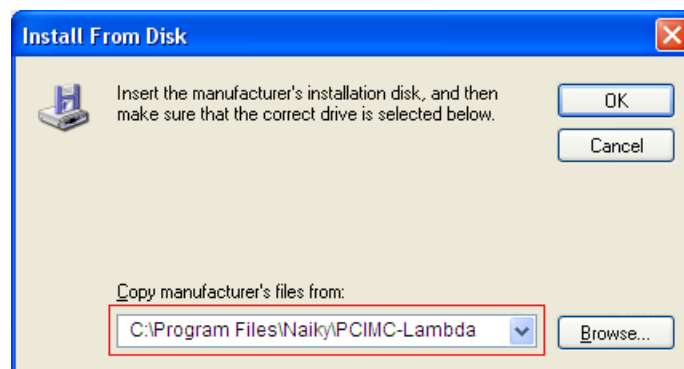

Рис. 1-13 Подтверждение каталога целевого файла
7) После правильного выбора драйвера оборудования происходит переход к предыдущему диалоговому окну, где находится целевой Каталог файлов будет отображаться в пункте «Копировать файлы производителя из:», как показано на рис. 1-13.